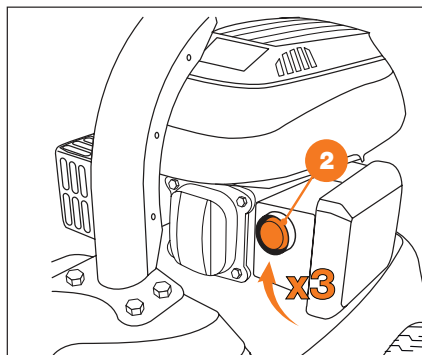

Рис. 17
- Подкачайте топливо, нажав на насос подкачки топлива **2** (Рис. 17) 3-5 раз. В случае, если двигатель прогреет, нажмите на насос всего 1-2 раза.
- Подкачайте топливо, нажав на насос подкачки топлива (Рис. 17, поз. 2) 3-5 раз. В случае, если двигатель прогрет, нажмите на насос всего 1-2 раза. При очень низкой температуре и при отсутствии запуска повторите процедуру подкачки топлива (до 3-х раз).